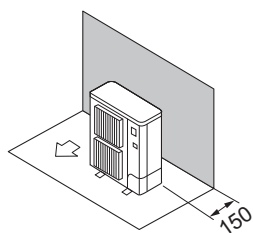

Fig. 3-5
- ① Obstacles uniquement à l'arrière (Fig. 3-5)